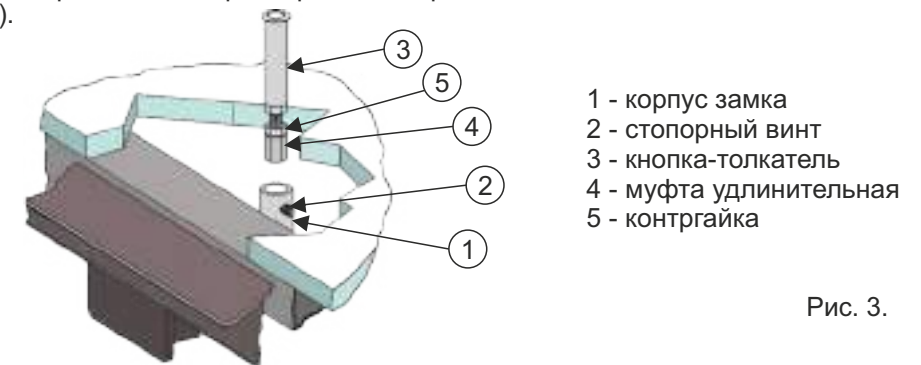

Рис. 3.
- Перед облицовкой крышки на фрагменте покрытия, который будет на ней закреплен, разметьте и просверлите отверстие для кнопки-толкателя, Ø 12-13 мм (Рис. 3).